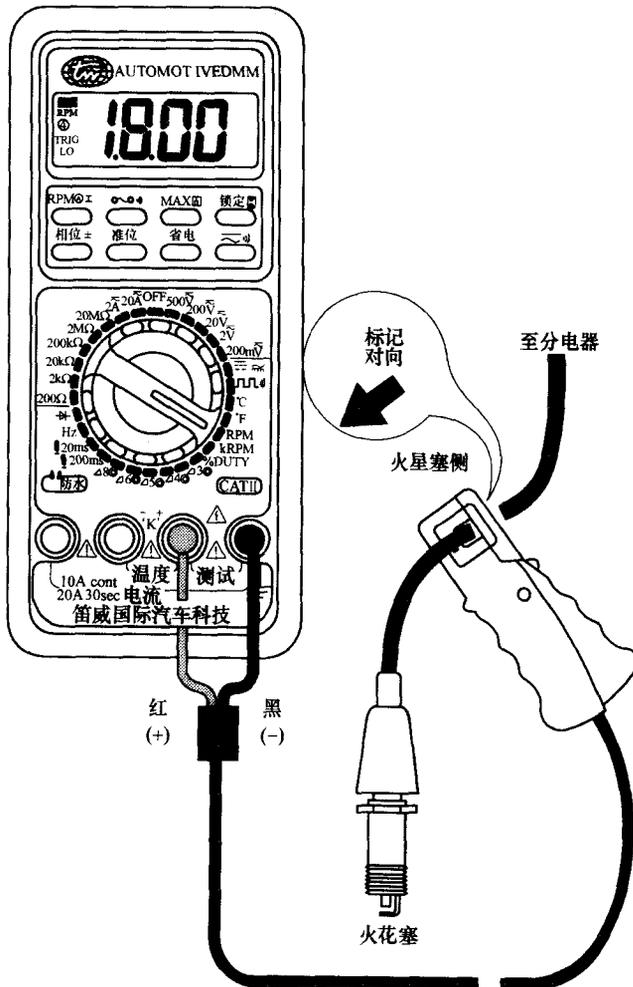

图 1-10 发动机转速检测
4) 转速——发动机转速检测 此项检测可测知 4 行程及 2 行程的发动机转速，档位是 RPM 及 kRPM，当 2000r/min (RPM) 以上用 kRPM，以下则用 RPM，检测时接法如图 1-10 所示。测试直接点火时单数缸须把测试夹→记号朝向点火线圈。测量带分电器点火的发动机转速时，按 RPM④②功能键，选择在④。测试双点火的发动机转速时，按 RPM④②功能键，选择在②。